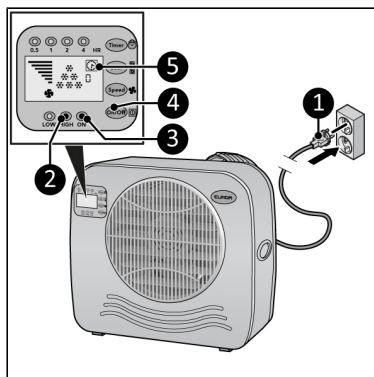

Figure 60.
2. Insérez la fiche d'alimentation (Figure 60, pos. 1) dans une prise murale reliée à la terre et facilement accessible. Utilisez une prise murale mise à la terre d'une puissance minimale de 460 watts.
- Appuyez sur le bouton ON/OFF (Figure 60, pos 4). L'indicateur d'alimentation (Figure 60, pos. 3) et l'indicateur de haute température (Figure 60, pos. 2) s'allument. L'écran affiche l'indication d'heure et 6 indicateurs de refroidissement (Figure 60, pos. 5). L'appareil fonctionne maintenant à haute capacité.